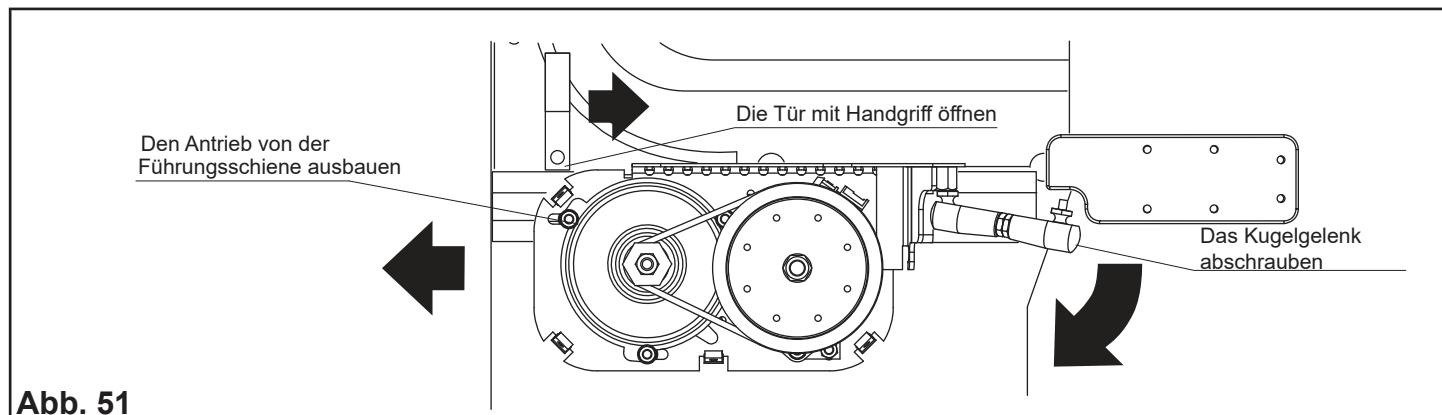

Abb. 51
4. Das Kugelgelenk abschrauben (Abb. 51).
5. Den Antrieb von der Führungsschiene ausbauen (Abb. 51).